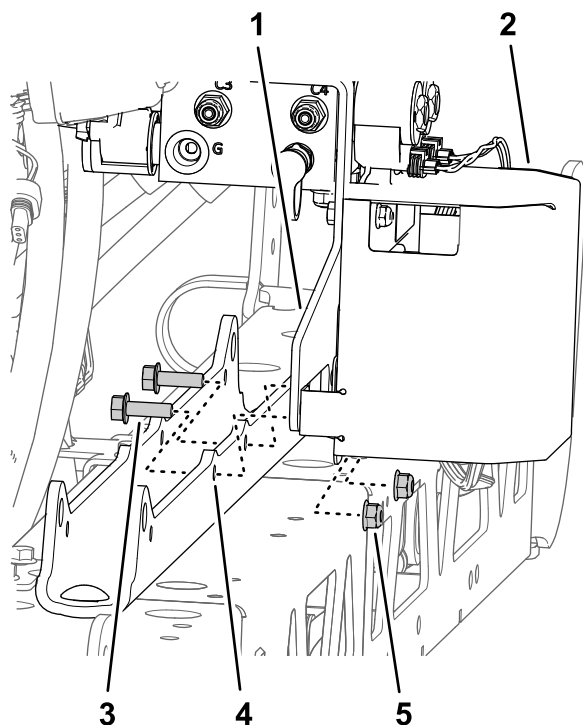

Figura 95
B. Monte o suporte e o suporte TEC na montagem do cilindro (Figura 95) com os dois parafusos de cabeça flangeada (5/16 x 1 pol.) e porca de bloqueio flangeada (5/16 pol.) que retirou no passo 1 de Retirar o coletor de elevação da secção da secção de pulverização central (página 22).